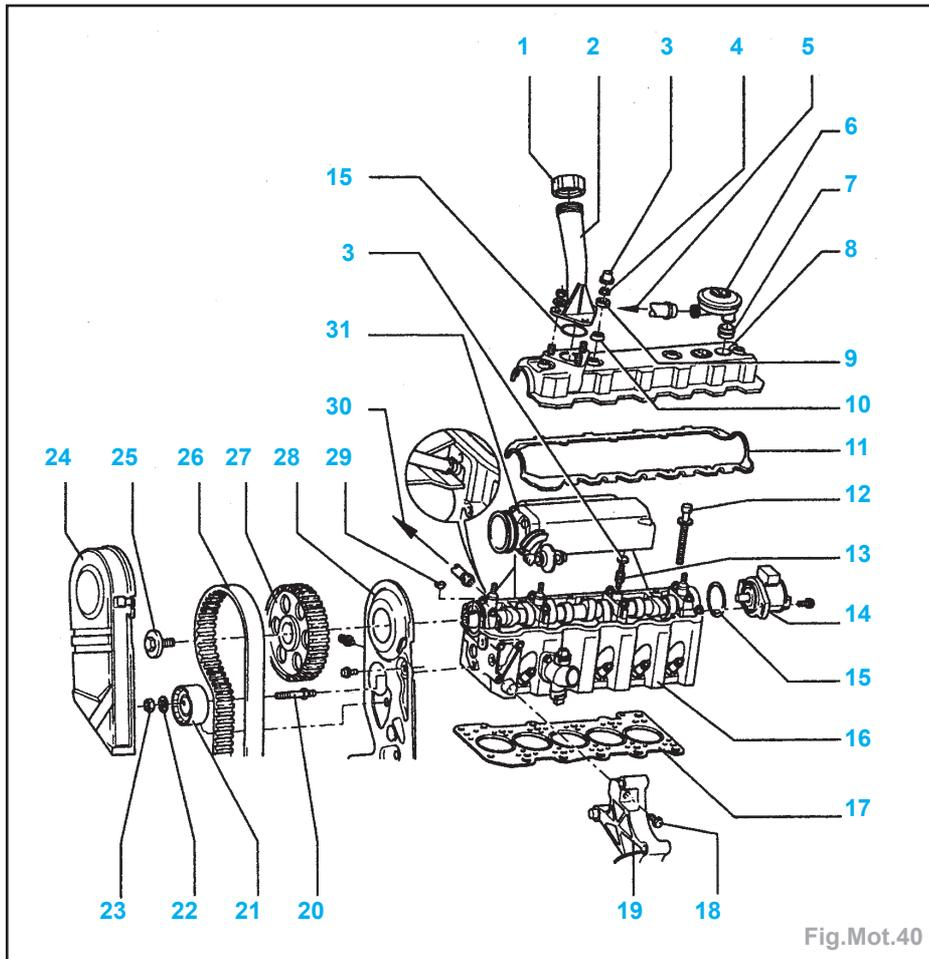

Fig.Mot.40
Composition (Fig.Mot.40) :
- Déposer (Fig.Mot.40) :